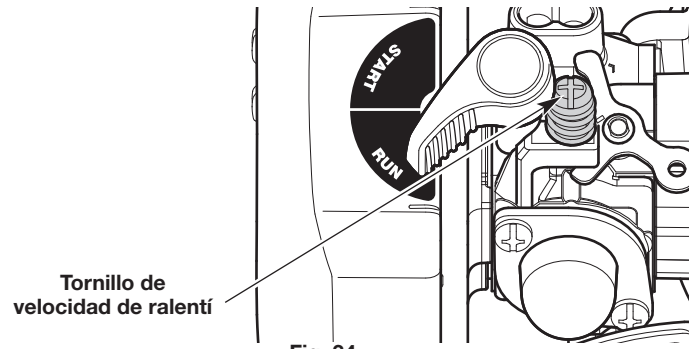

Fig. 34
- Si el motor se para, aumente la velocidad de ralentí. Use un destornillador Phillips pequeño para girar el tornillo de velocidad de ralentí en el sentido de las agujas del reloj, 1/8 de giro cada vez hasta que el motor funciona al ralentí de manera uniforme (Fig. 34).
- Si el cabezal de corte gira cuando el motor funciona al ralentí, reduzca la velocidad de ralentí. Gire el tornillo de velocidad de ralentí en el sentido contrario de las agujas del reloj, 1/8 de giro cada vez, hasta que se detenga el cabezal de corte (Fig. 34).